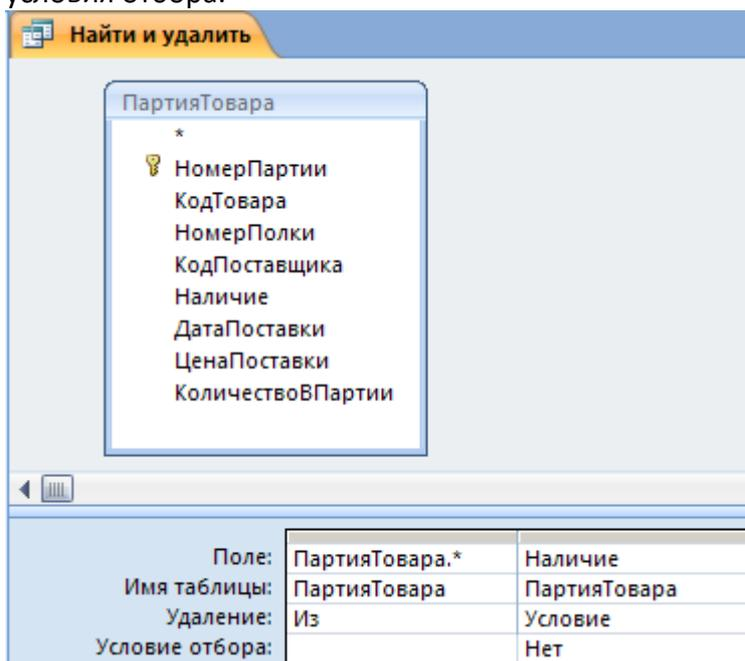

Рис.10. Построение запроса на удаление записей
1. Сначала, как обычно, сконструируйте запрос на выборку (рис.10).
2. В режиме КОНСТРУКТОРА измените тип запроса в запрос на УДАЛЕНИЕ (рис.10).